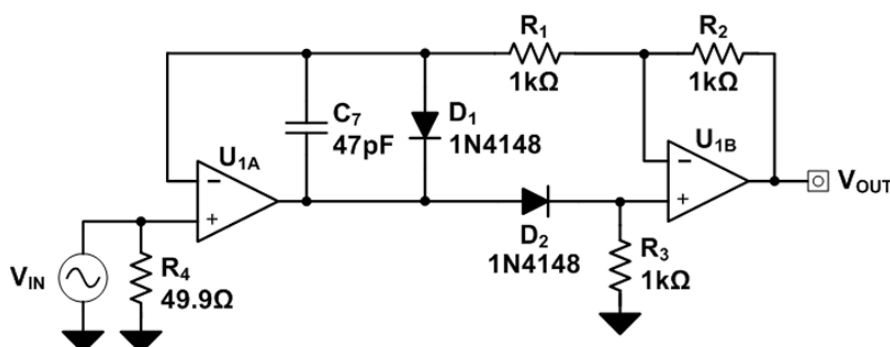

Figure 1: TI verified design: precision full-wave rectifier, dual-supply
- (1) 开始实验之前，调整 AD1 Scope 功能的 Plot Width = 4；
- (2) 用运放和 Diode 1 (1N4148) 搭建 TI 的精密整流电路，如图 1 所示；
- (3) 用 AD1 的 Impedance 功能测量整流电路的频率响应 (input 50 mVamp, 500 mVamp, 5 Vamp)，**保存图像和数据** (数据导出后在 MATLAB 作图，标出最高工作频率)；
- (4) 用 AD1 的 Scope 功能测量整流电路在低频 (50 Hz) 和最高工作频率处的输入输出波形，**保存图像，保存 50 Hz 时的输入输出数据 (用于思考题)**；
- (5) 用 AD1 的 Tracer 功能, 在 50 Hz 下, 改变输入信号幅度, 测量输出信号幅度, 以观察输出幅度的关于输入幅度的线性性, 保存图像;
- (6) 对比整流电路和 AD637 在不同输入信号下的响应: (a) 正弦波, (b) 三角波, (c) Burst 正弦波 ( $D = 0.1$ , 1ms/10ms), 保存三个图像;
- (7) 将二极管替换为 diode 2 (1N5711), 重复步骤 (3) ~ (4);
- (8) (选做) 搭建 Peak Detector (峰值检测电路), 用 AD1 的 Scope 功能测量输入输出波形, 保存图像。